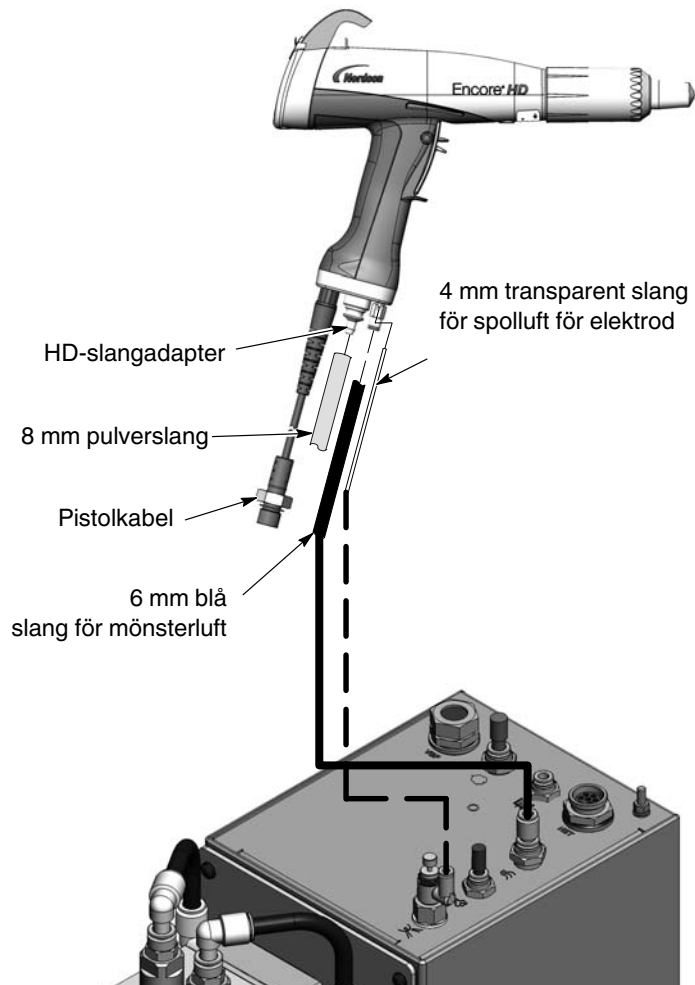

Bild 3-5 Anslutning av spraypistolen
Se bild 3-5.
4. Se bild 3-5. Kontrollera att spraypistolen inte är triggad, och slå därefter till matningsspänningen till systemstyrenheten. Displayerna och symbolerna på styrenhetens interface och pistol skall nu tändas.